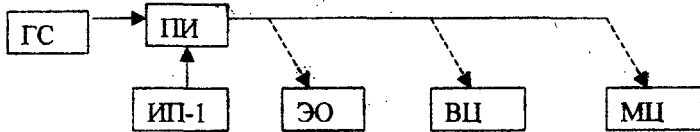

Рис.1.
4.2. Подключите кабель с выхода „С→Г” генератора ГС на вход “PQ” преобразователя импульсов ПИ (рис.1).